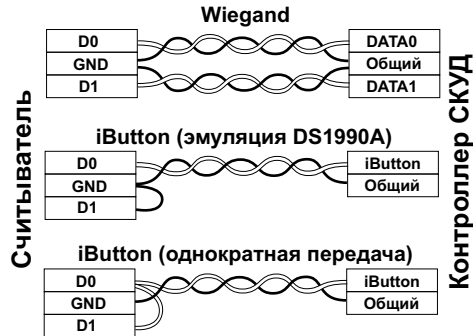

Рис.3 Выбор протокола передачи
- проденьте провода в нижнюю крышку и подсоедините к разъемам считывателя в соответствии со схемой подключения (рис.3). При подключении питания загорается красный светодиод;
Заводские установки: режим 2.1.1, протокол передачи выбирается замыканием выводов (Рис.3), тип строки - по RS-485: Mifare[464B84D4] 1K(0004,08)132,19270, "No Card".